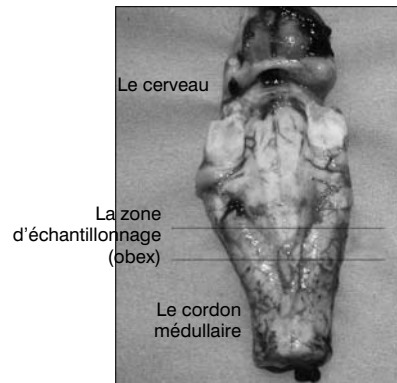

Figure 1. Tronc cérébral bovin.
4. Le cylindre de la seringue va passer au travers du tronc cérébral et pénétrer dans l'obex. S'assurer que la seringue est bien dans la portion supérieure de la zone d'échantillonnage (voir la Figure 1). Le cylindre devrait alors contenir un échantillon d'obex.